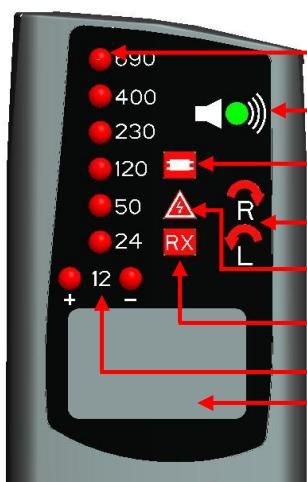

Fig. 2: Descripción LED y Visualizador
- El LED de tensión peligrosa (vea la Fig. 2 – punto 5) se enciende y el indicador acústico suena, en caso de tensión entre los terminales > 50V CA o > 50V CC, también en caso de nivel bajo de las pilas o sin pilas (sin pilas el indicador acústico no suena).
2. El instrumento se enciende automáticamente y el valor medido de la tensión se indica mediante el encendido de los LED y en el caso del HT8 y del HT9 también en la pantalla LCD (vea la Fig. 2 – punto 1 y 8).
4. La indicación de la polaridad se indica en el modo siguiente (vea la Fig. 2 – punto 7):
3. El instrumento se enciende automáticamente y el encendido del LED de indicación Busca fase/Tensión peligrosa (vea la Fig. 2 – punto 5) y el sonido continuo del zumbador, indica la obtención de una tensión alterna mayor de 100V
2. El instrumento se enciende automáticamente junto al LED RX (vea la Fig. 2 – punto 6) y el zumbador emite un sonido continuo en caso de prueba de la continuidad positiva.